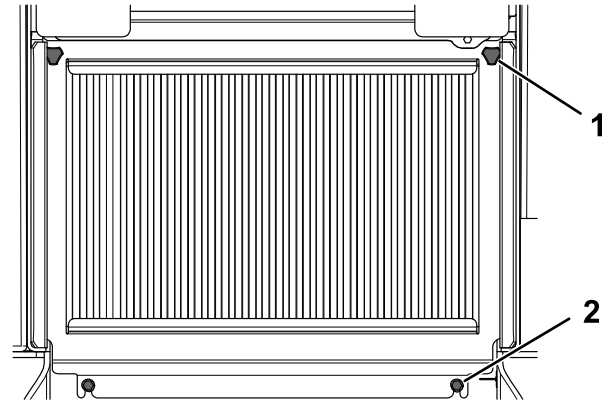

Figura 40
2. Afloje los 2 pernos que sujetan la parte inferior de la rejilla (Figura 40).
3. Afloje los 2 pomos de la rejilla (Figura 40).
1. Pomo (2)
2. Perno (2)
4. Levante la rejilla y retírela (Figura 40).